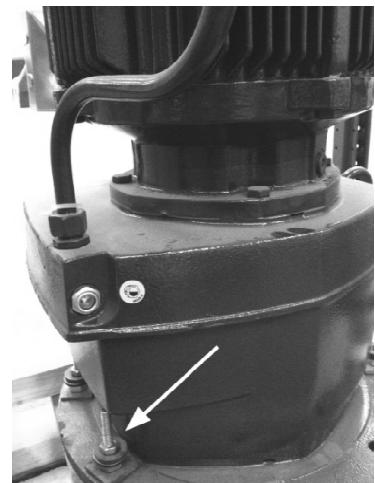

Fig. 31
- b) Checking the electric motor fastening: Check that the nuts of the screws for fastening the motor (fig. 31) are correctly tightened; if they are not, tighten them.
- b) Vérifier la fixation du moteur: Vérifier que les écrous des vis de fixation du moteur se trouvent correctement serrés (fig. 31), dans les cas contraire les serrer.
- Comprobar sujeción del motor: Comprobar que se encuentran correctamente apretadas las tuercas de los tornillos de sujeción del motor (fig. 31), en caso de no ser así, apretarlas.